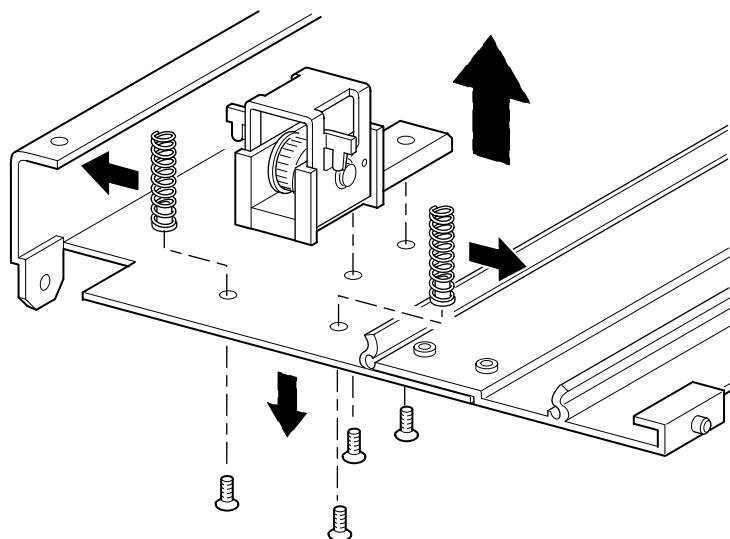

図2-13: ベルトテンショナー ランプおよびアイドラーパーリーの取り外し
7. ベルトテンショナーランプおよびアイドルプーリーコンポーネントを、以下の手順に従って取り外します（図2-13を参照）。
11. ベルト テンショナー ランプおよびアイドラー プーリーを、以前に取り外した2本のネジを使用して、拡張ユニットに固定します (図2-13を参照)。
12. ベルト テンショナー ランプおよびアイドラー プーリー スプリングを、以前に取り外した2本のネジを使用して固定します (図2-13を参照)。